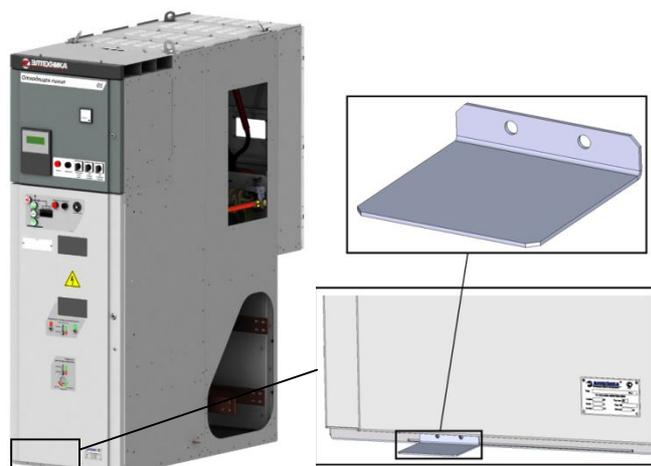

Рис. 25 Присоединение к внешнему контуру заземления
- основания должны быть присоединены в двух и более местах с помощью сварки к общему контуру заземления стальной полосой сечением не менее 120 мм². Способы крепления указаны на рис. 25;
2.5.2.7 Соединить шкафы КРУ с контуром заземления при помощи уголка согласно рис. 25. Уголок заземления крепится: к шкафу КРУ – с помощью 2 болтовых соединений М6 (отверстия в уголке сверлятся по месту), к контуру заземления – посредством сварки.